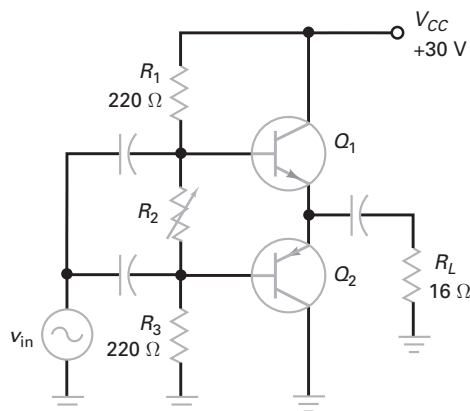

Figura 10-41
- 10-24** Qual é a dissipação máxima de potência em cada transistor na Figura 10-41?
10-25 Qual é a potência máxima na saída na Figura 10-41?